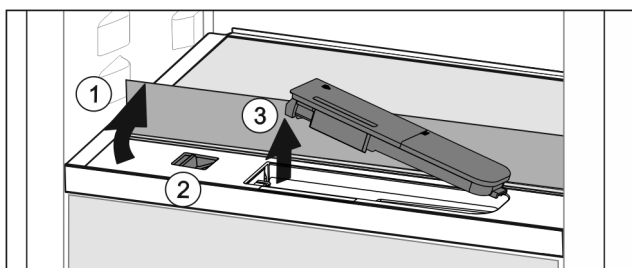

Fig. 134
- Podnieść płytę szklaną i złożyć ją z powrotem, aż do oporu Fig. 134 (1).
- Przesunąć suwak Fig. 134 (2) w lewo.
- Wyjmowanie zbiornika wody Fig. 134 (3).